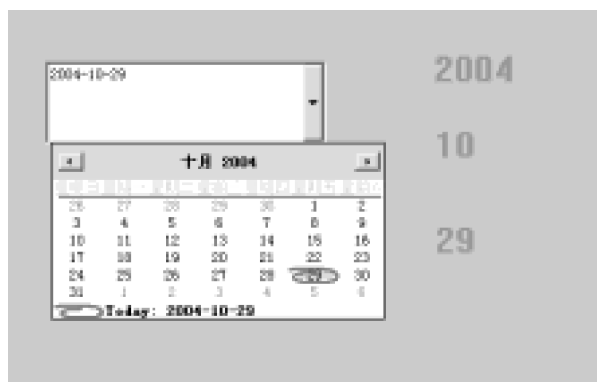

图 7-45 运行中的日历控件画面
7) 单击“文件”菜单中的“切换到 View”命令, 进入运行系统。运行此画面, 如图 7-45 所示。